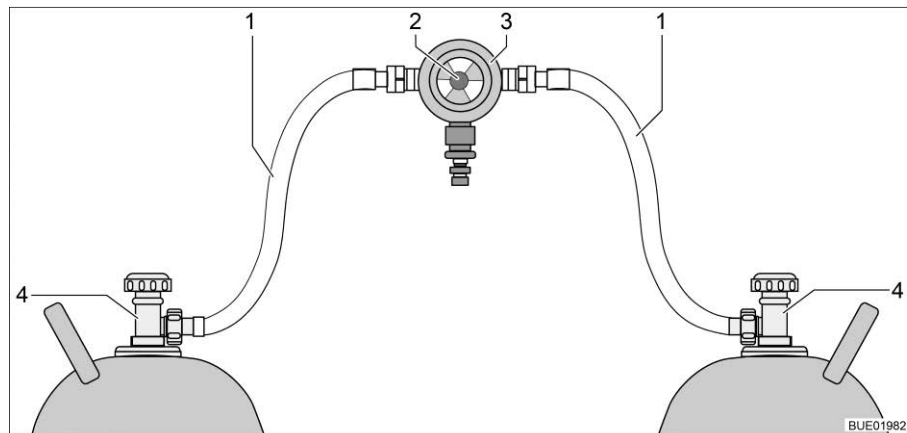
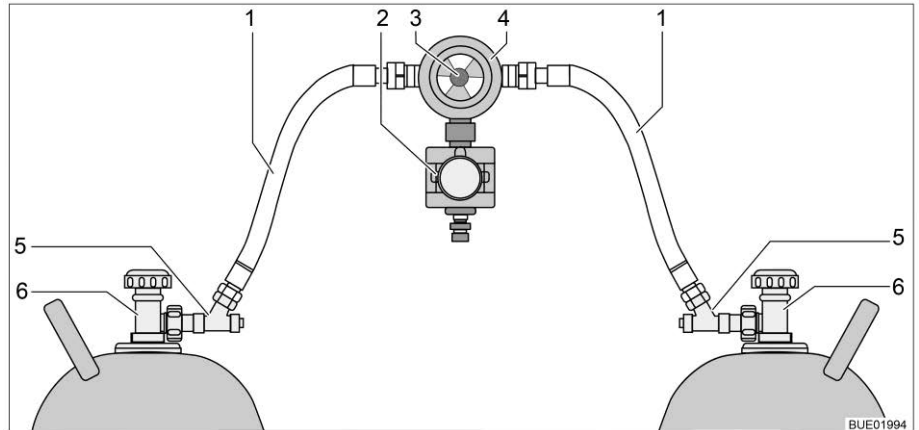

Fig. 90 Impianto di commutazione per bombole del gas
Fig. 91 Impianto di commutazione per bombole del gas con CPU
L'impianto di commutazione per bombole del gas è formato da un regolatore di pressione del gas combinato con valvola di commutazione e indicazione (Fig. 90,3). L'impianto di commutazione per bombole del gas è montato tra i due tubi del gas (Fig. 90,1).
L'impianto di commutazione per bombole del gas è formato da un regolatore di pressione del gas combinato con valvola di commutazione e indicazione (Fig. 91,4) e una elettrovalvola (Fig. 91,2). In caso di frenata brusca, incidente o inclinazione straordinaria, l'elettrovalvola blocca l'alimentazione del gas al veicolo. L'impianto di commutazione per bombole del gas è montato tra i due tubi del gas (Fig. 91,1) con dispositivi antirottura del tubo flessibile (Fig. 91,5).
L'impianto di commutazione per bombole del gas garantisce una pressione del gas costante, indipendentemente da quale bombola provenga l'alimentazione del gas. L'indicatore nella valvola di commutazione indica il livello di riempimento della bombola in uso. Se l'indicatore è verde, il rifornimento di gas viene fatto dalla bombola in uso. Quando l'indicatore è rosso, la bombola in uso è vuota. Il rifornimento di gas avviene poi tramite la bombola di riserva. Con la manopola (Fig. 90,2 o Fig. 91,3) sull'impianto di commutazione per bombole del gas è possibile stabilire quale delle bombole del gas viene utilizzata come bombola in uso e quale come bombola di riserva.
Sulla centralina di controllo (Fig. 92) possono venire azionate solo le funzioni elettriche. Le valvole principali di arresto delle bombole del gas (Fig. 90,4 o Fig. 91,6) devono essere aperte manualmente.
- Aprire le valvole principali di arresto delle bombole del gas (Fig. 90,4 o Fig. 91,6).
- Premere i dispositivi antirottura del tubo flessibile (Fig. 91,5) uno dopo l'altro per 10 secondi.
- Con la manopola (Fig. 90,2 o Fig. 91,3) sull'impianto di commutazione selezionare la bombola del gas, da cui deve provenire la principale alimentazione del gas (bombola in uso). Girare la manopola fino all'arresto.
- Chiudere le valvole principali di arresto delle bombole del gas (Fig. 90,4 o Fig. 91,6).